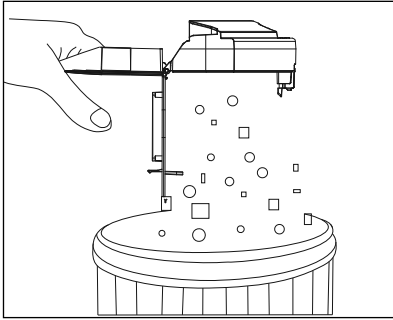

Fig. 9
- 3) Svotare il contenuto del contenitore della polvere **16** in un contenitore per rifiuti (vedere fig. 9).